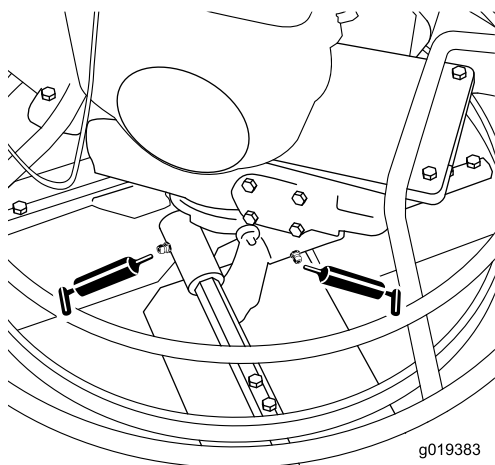
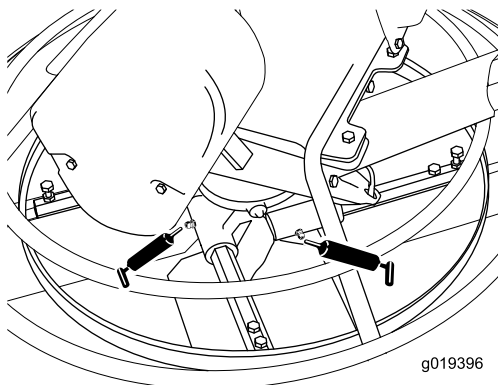

Figura 14
Figura 15
2. Bombee grasa varias veces en cada engrasador hasta que empiece a rezumar del cojinete (Figura 14 y Figura 15).